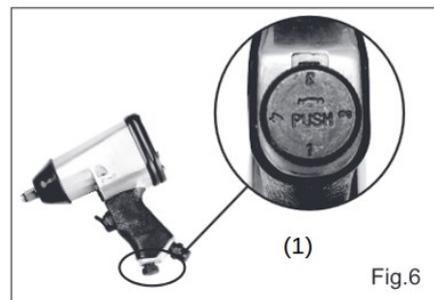

Fig.6
- Stellen Sie den Luftstrom ein, indem Sie den Luftregler (Fig. 6, 1) niederdrücken und am Drehknopf eine der Stufen von „1“ (geringste Luftmenge) bis „4“ (höchste Luftmenge) auf den eingepprägten Pfeil drehen.